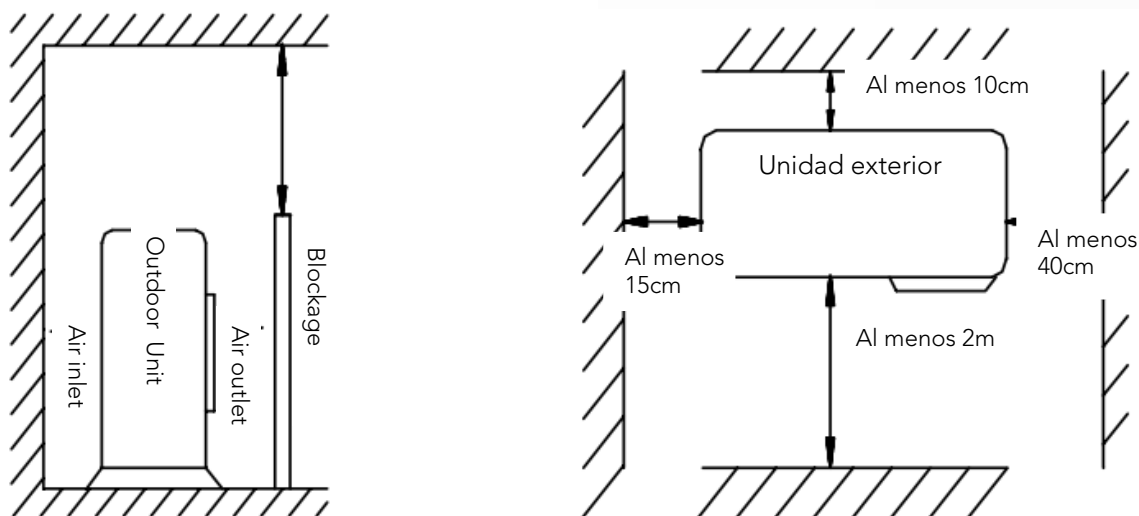

Fig 2
- La distancia de instalación debe ser requerida como muestra la Fig. 2.